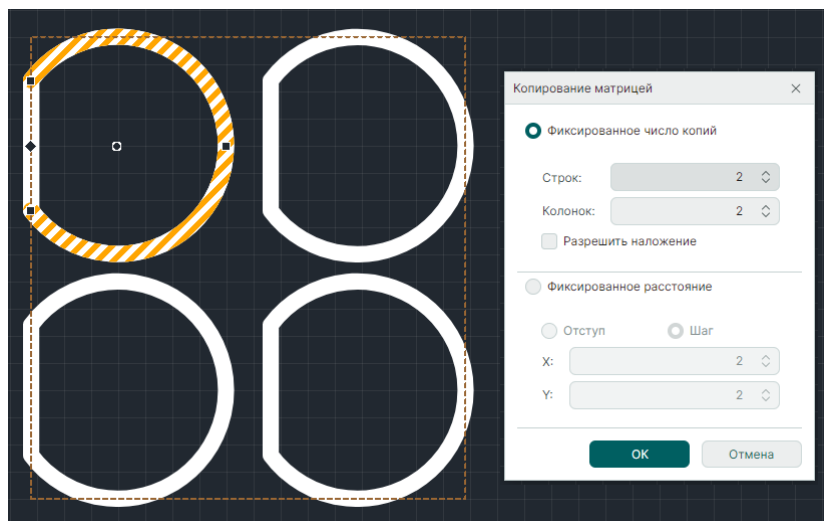

Рис. 355 Фиксированное число копий. Размещение
- «Фиксированное число копий», см. Рис. 355.